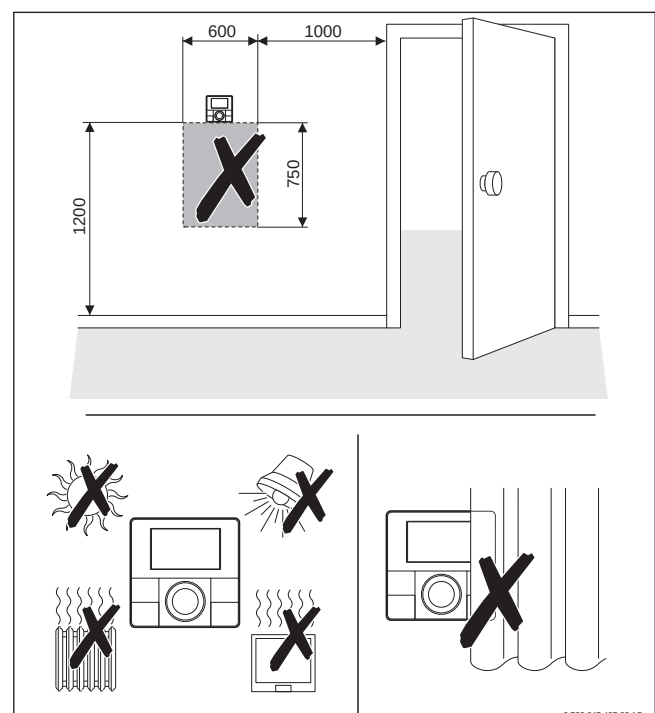

Bild 142 Position der Fernbedienung RC100/RC100 H im Referenzraum (Maße in mm)
- Bedieneinheiten für die raumtemperaturgeführte Regelung im Referenzraum installieren (→ Bild 142).